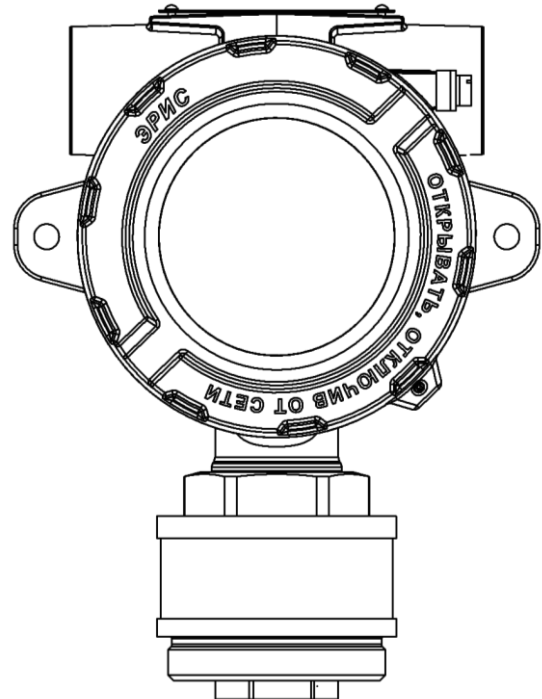

Рисунок 13 – Газоанализатор без влагозащитной насадки
- б) Снять влагозащитную насадку с газоанализатора (рис. 13);